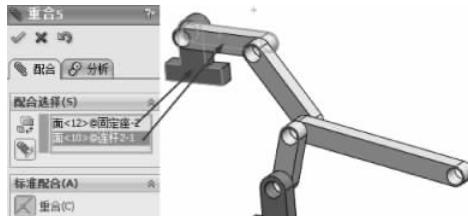

图 3-179 重合配合
(11) 继续进行配合约束,选择【标准配合】选项组下的【重合】配合类型 ,在【要配合的实体】选择框 中选择如图 3-179 所示的面,其他保持默认,单击【确定】按钮 ,完成重合配合。